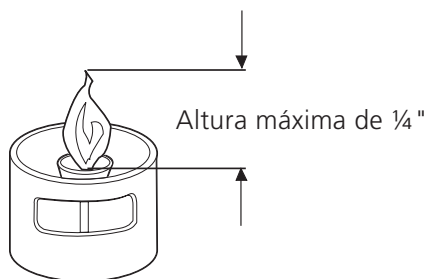

Figura 14
5. Ajuste el piloto a aproximadamente una llama de $\frac{1}{8}$ " – $\frac{1}{4}$ " (vea figura 14) de manera que una pequeña coloración amarilla aparezca en la parte alta de la llama del piloto.